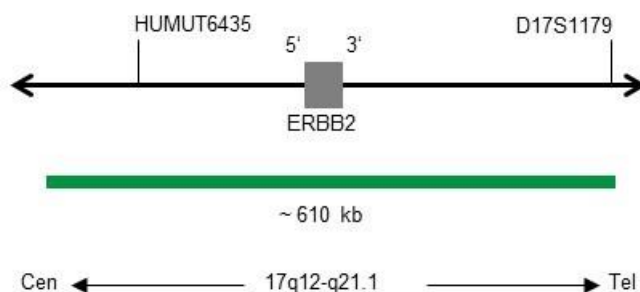

Fig. 1: SPEC ERBB2 Mapa de la sonda (no está a escala)
- Polinucleótidos marcados en verde (excitación a 503 nm/emisión a 528 nm) ZyGreen (~10 ng/ $\mu$ l), dirigidos a secuencias localizadas en 17q12-q21.1\* (chr17:37,572,531-38,181,308) que albergan la región del gen ERBB2 (ver Fig. 1).